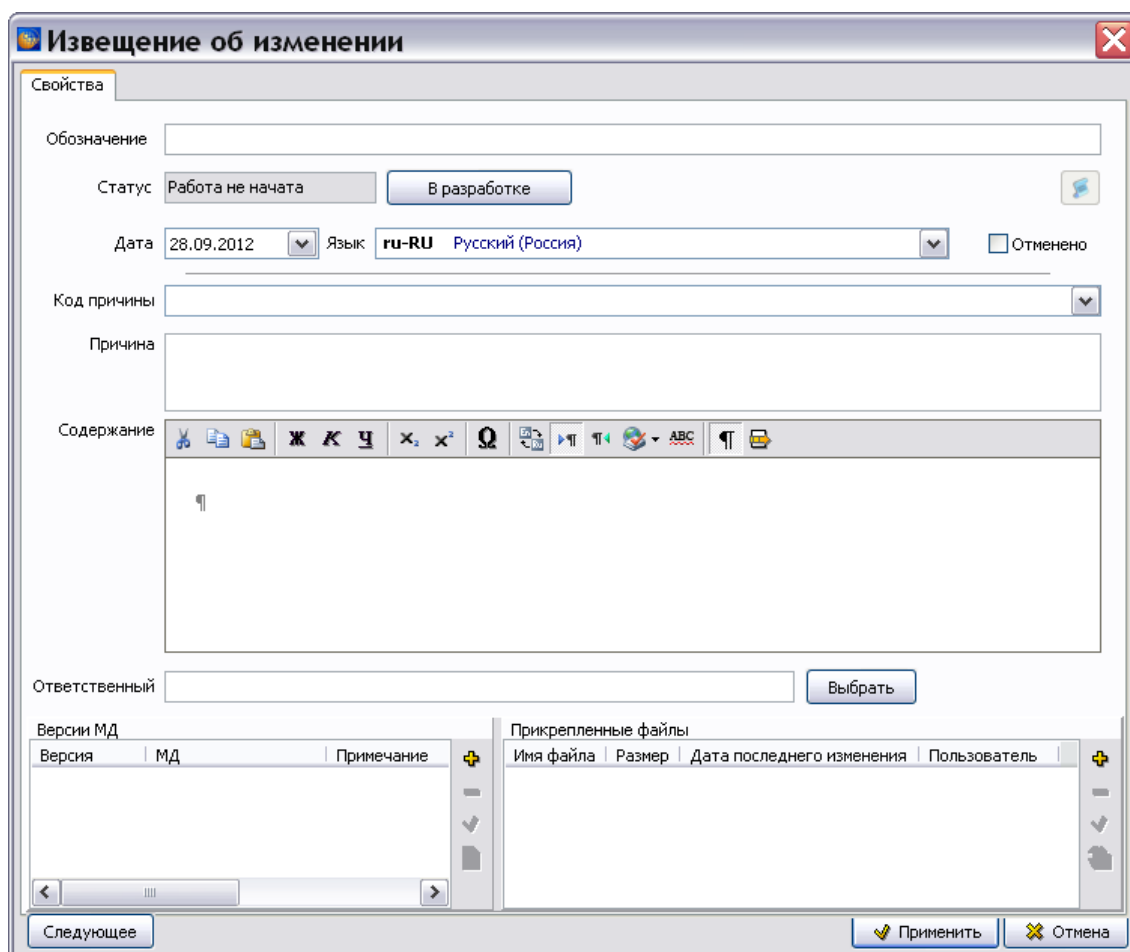

Рис. 20.3
5. Для добавления извещения об изменении нажмите на кнопку **Добавить** . После этого появится окно **Извещение об изменении** (Рис. 20.3).